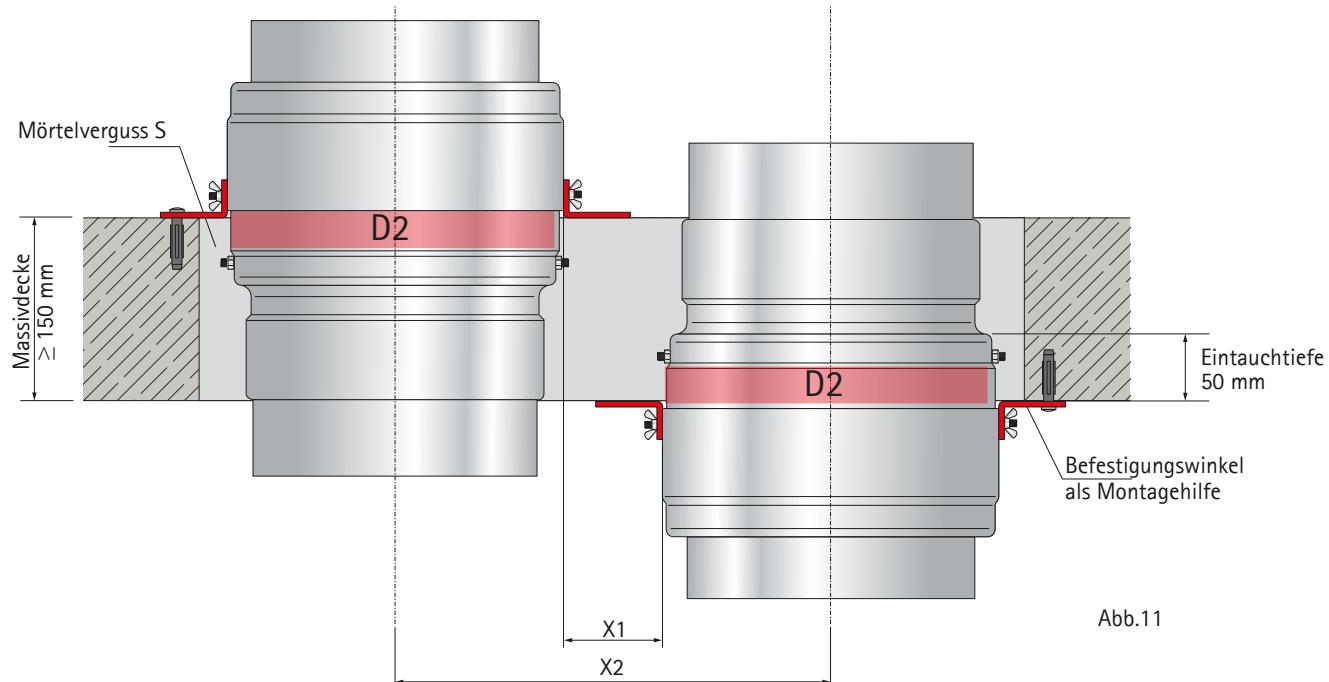
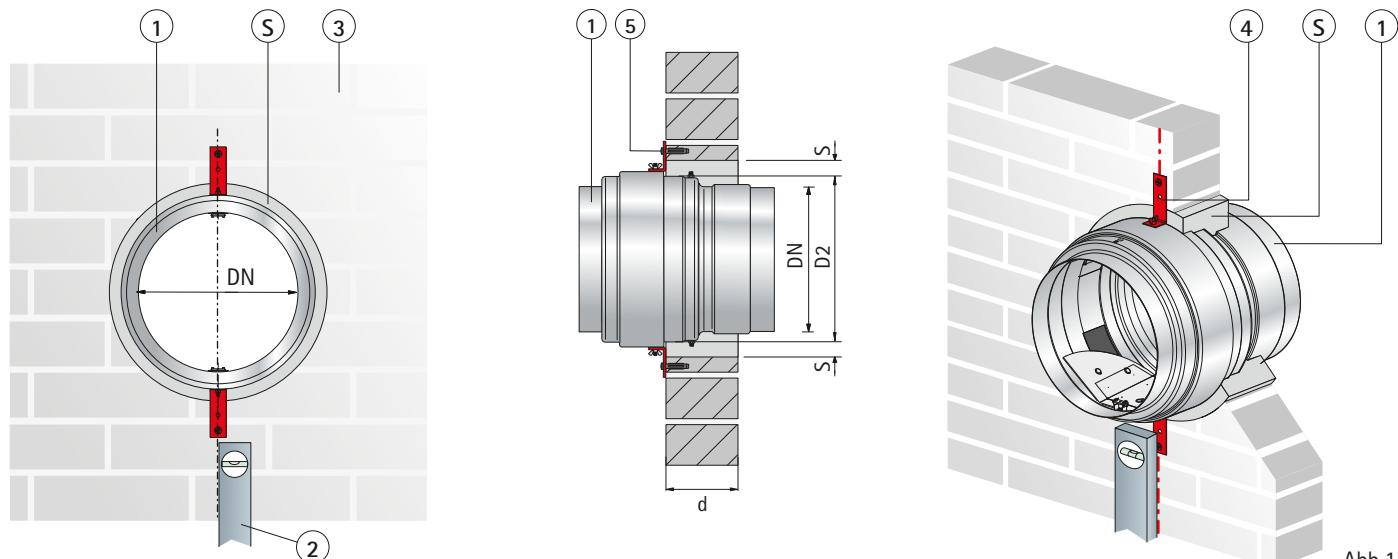

Abb.11
Abb.14
4. Absperrvorrichtung WFK-M-LüAR mit dem Befestigungswinkel bei Einbau auf der Geschossdecke bündig auf der Oberkante der Decke positionieren, bei Einbau unter der Geschossdecke, Befestigungswinkel bündig auf der Unterkante der Decke positionieren (Abb.11, Seite 8). Verschraubung bei Bedarf
4. Einbauöffnung durch Kernbohrung oder Durchbruch herstellen (Abb.11, Seite 8)
5. Absperrvorrichtung WFK-M-LüAR mit dem Befestigungswinkel bei Einbau auf der Geschossdecke bündig auf der Oberkante der Decke positionieren, bei Einbau unter der Geschossdecke, Befestigungswinkel bündig auf der Unterkante der Decke positionieren (Abb.11, Seite 8). Verschraubung bei Bedarf. Wand- / Deckenbündiger Schenkel kann bei Platzmangel gekürzt werden
Befestigungswinkel müssen bündig (Abb.11; Abb.14, ②) mit der Wand abschließen, Verschraubung bei Bedarf
Befestigungswinkel müssen bündig (Abb.11; Abb.14, ②) mit der Wand abschließen, Verschraubung bei Bedarf.